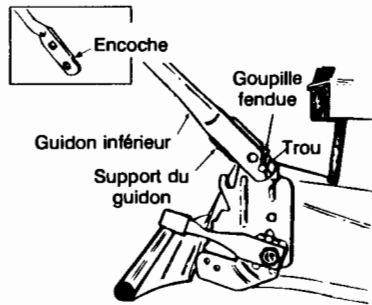

Figure 2
- Un trou décalé est aménagé dans le guidon inférieur pour permettre le réglage du guidon à deux hauteurs différentes. L'utilisation de l'encoche plus en avant ou plus haut (voir l'encadré, Figure 2) permet de régler le guidon plus bas que si l'encoche plus en arrière est employée.
- Maintenez le guidon avec les goupilles fendues dans les trous inférieurs des goupilles soudées. Voir les figure 2.